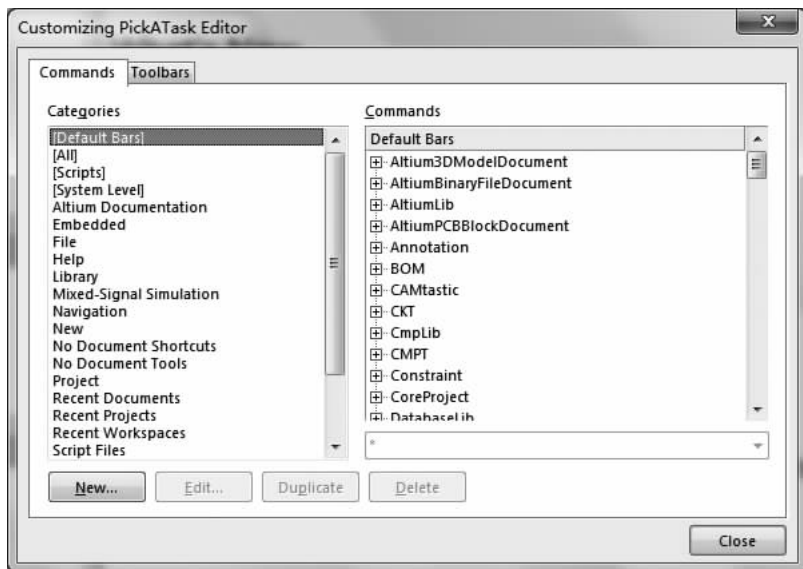

图 1-36 “Customizing PickATask Editor”对话框
(1)启动 Altium Designer 16,在主菜单中执行“DXP”→“Customize”命令,打开如图 1-36 所示的“Customizing PickATask Editor”(自定义选择任务编辑器)对话框。